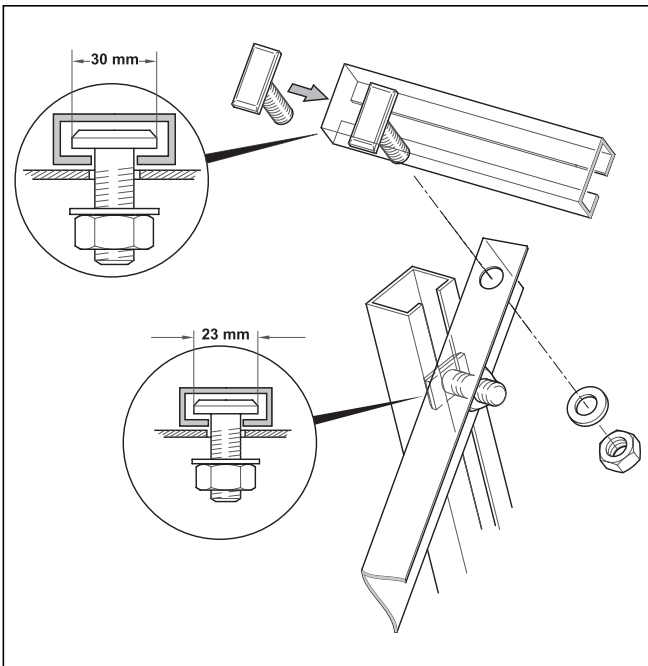
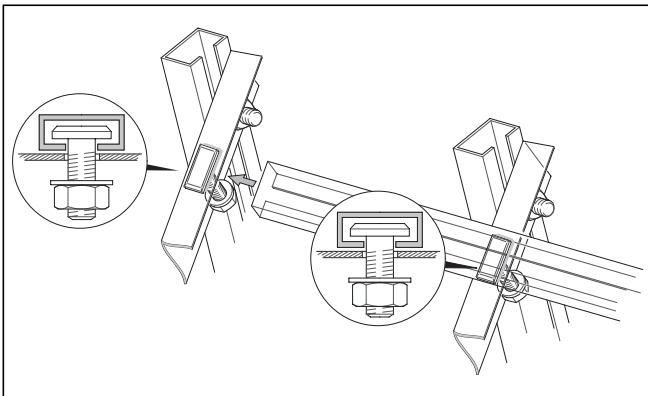
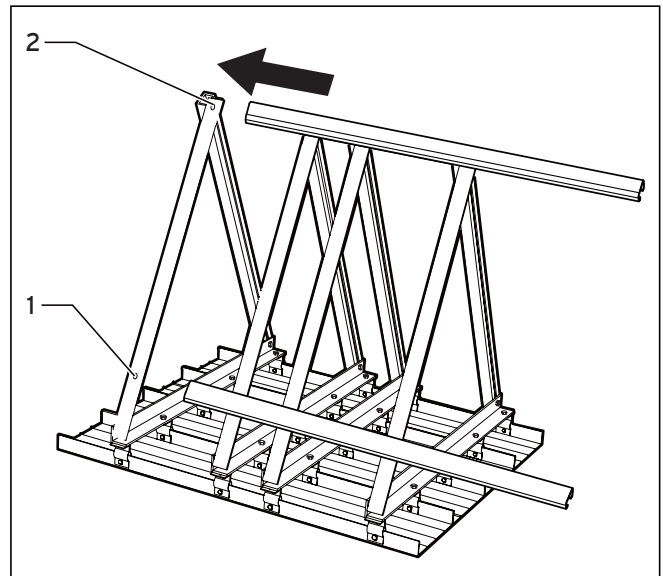

Abb. 7.18 Winkelprofile verbinden
Abb. 7.19 Winkelprofile verbinden
Abb. 7.20 C-Profilschienen montieren
- Montieren Sie jeweils eine Hammerkopfschraube M10 x 30, Kopf­länge 30mm in die beiden Löcher (1, 2 Abb. 7.20) des Winkelprofils (Abb. 7.18).
- Schieben Sie jeweils die erste Schiene oben und unten über die vormontierten Hammerkopfschrauben (s. Abb. 7.18 und Abb. 7.19).